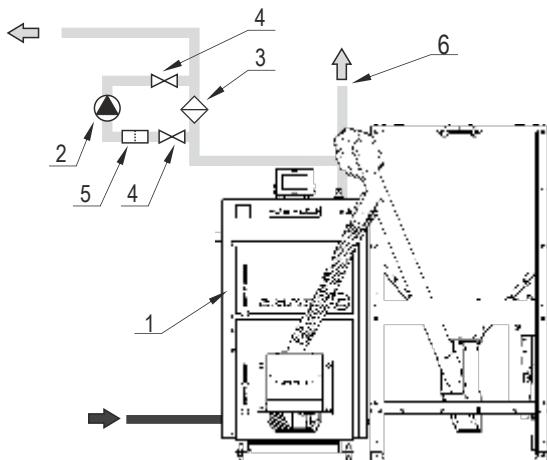

Рисунок 7. Выполнение гравитационного обхода: 1-котел; 2-циркуляционный насос; 3-дифференциальный клапан; 4 запорные клапана; 5-фильтр; 6 - группа безопасности.
Использование охлаждающего устройства для предотвращения превышения максимальной температуры 110 ° С в теплообменнике котла. Спираль соединена с терmostатическим клапаном, который работает без источника питания. Для того, чтобы обеспечить надежную работу, клапан оснащен двойным датчиком. Охлаждающая работа всей системы состоит в том, что, если температуре воды в котле поднимается до 95 ° С, терmostатический клапан открывается, и подается холодная вода через катушку, чтобы быстро и эффективно понизить температуру воды в котле. Эта установка является фиксированной и не может быть изменена пользователем. Клапан имеет тестовую кнопку, которая позволяет вручную открыть клапан (рис. 7).
- 5)в случае использования насоса Ц.О. (рекомендуется, чтобы повысить эффективность работы системы отопления), подключить насос с возможностью гравитационного обхода, что бы использовать систему отопления в момент возможного отказа насоса / рис. 7. /.